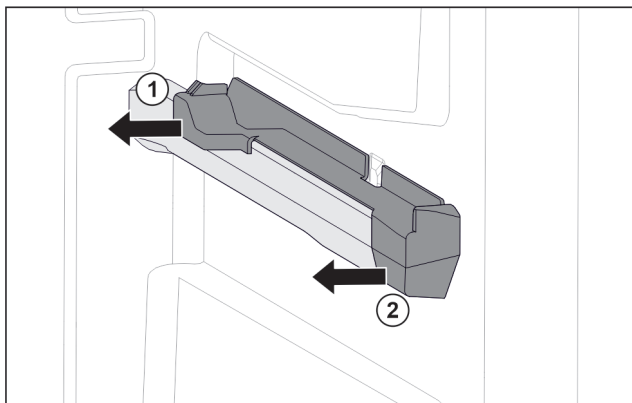

Fig. 107 Наставка върху дясното ребро на съда
- ▶ Изтеглете наставката отзад настрани. Fig. 107 (1)
- ▶ Изтеглете наставката отпред настрани. Fig. 107 (2)